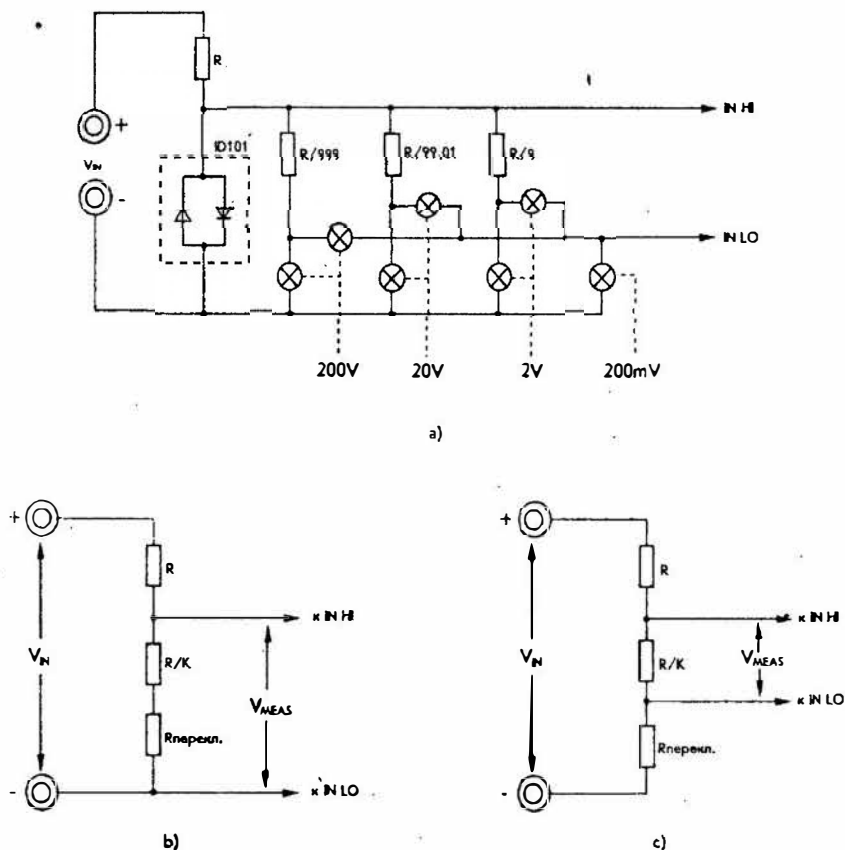

Рис. 2.2. Построение входного делителя напряжения цифрового мультиметра
Упрощенная схема входного делителя напряжения показана на рис. 2.2.
ния, а ключи, обеспечивающие коммутацию на выв. IN LO уменьшают результирующую ошибку в соответствии с коммутируемым сопротивлением. Для двух эквивалентных схем (рис. 2.2, b и 2.2, c) можно рассчитать напряжение между выв. IN HI и IN LO.
Для эквивалентной схемы, изображенной на рис. 2.2, b
Для определения значения напряжения IN HI при использовании эквивалентной схемы, изображенной на рис. 2.2, c, справедливо уравнение (1). Однако напряжение на выв. IN LO будет определяться формулой: